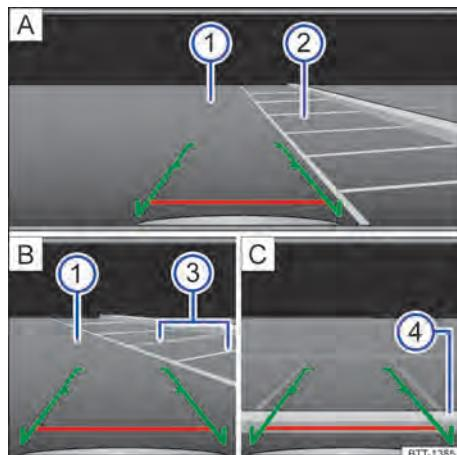

Fig. 107 Exibição do display do sistema do rádio: estacionar com a câmera de marcha a ré.
Legenda para Fig. 107:
- Posicionar o veículo na frente da vaga de estacionamento → Fig. 107 (2) **A**.
- Conduzir para trás lentamente e manobrar de modo que as guias verdes laterais conduzam entre as linhas de delimitação da vaga de estacionamento delimitada ② .
- Alinhar o veículo na vaga de estacionamento selecionada de modo que as guias verdes laterais fiquem em cima das linhas de limitação lateral ③ .
- Parar o veículo, quando a linha vermelha atingir a limitação traseira ④ .